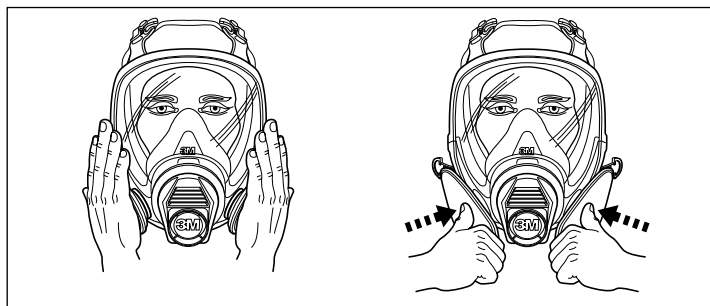

Fig. 4
- 6.3 Executați o verificare a etanșeității prin testul presiunii pozitive și/sau negative, de fiecare dată când masca este instalată (Fig. 4; 5).
Inhalati ușor. Dacă piesa facială se strânge ușor și nici o pierdere de aer nu este detectată între față și piesa facială, înseamnă că s-a obținut o fixare corectă. Dacă depistați pierderi de aer, încercați să repositionați masca pe față și/sau să reajustați tensiunea baretelor, ca să eliminați pierderile de aer (Fig. 4).